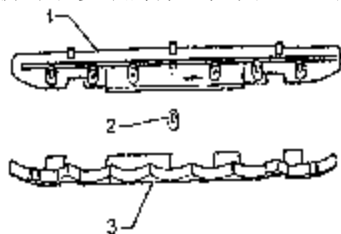

图 11-74 拆卸和安装灯架
①拆卸和安装灯架，如图 11-74 所示。拔出插头，悬压回弹簧夹 1，并且取出灯架。
③拆卸和安装制动信号灯，如图 11-74 所示。压回弹簧夹 2，并且从灯那儿拔出弹簧夹，同时旋压回这个弹簧夹的定位装置，此时可以向上取出制动信号灯。但要注意不要使用衣帽